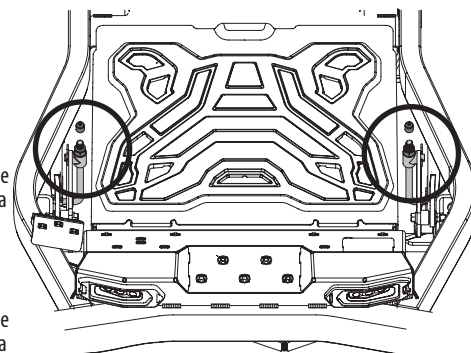

Figura 44
- a. Quite la tapa de extremo de las varillas de ajuste de elevación de la plataforma delanteras y resérvelas para volver a instalarla. Consulte la Figura 44.
- b. Gire ambos pernos delanteros en sentido horario para elevar la inclinación de la plataforma delantera o en sentido antihorario para bajar la inclinación de la plataforma delantera, dependiendo del ajuste necesario. Ajuste cada perno igualmente. Consulte la Figura 44.